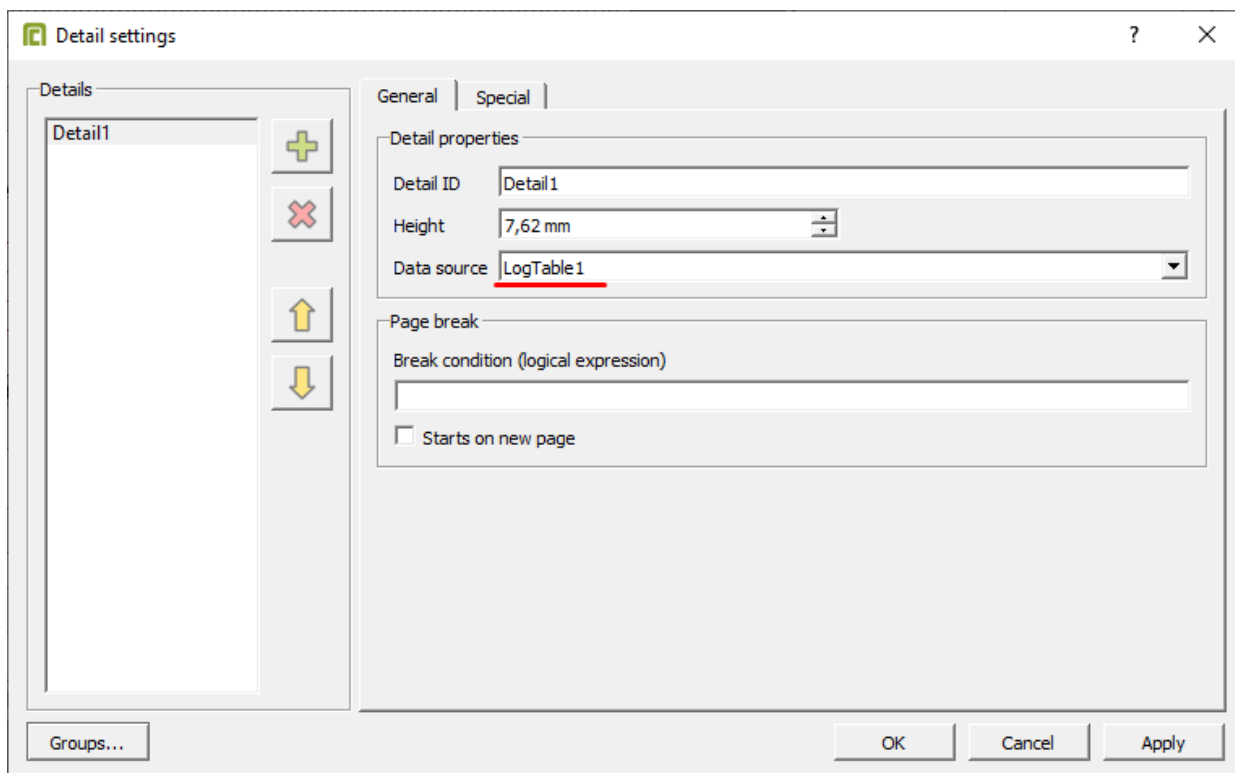

Рисунок 319 - Настройки Detail
5. В настройках Details выберите источник данных (Рисунок 319).